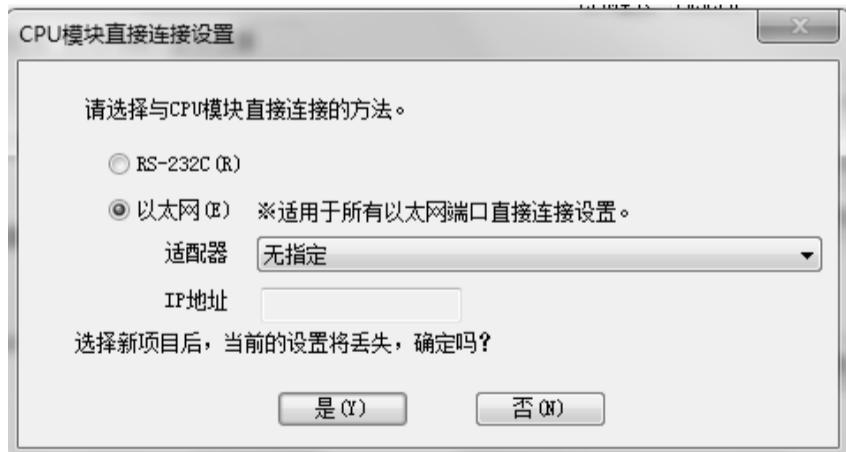

图 1-4-21 “CPU 模块直接连接设置”画面
- (4) 在图 1-4-20 画面中，单击“CPU 模块直接连接设置”按钮，出现如图 1-4-21 所示“CPU 模块直接连接设置”画面。
(5) 在图 1-4-21 中与 CPU 模块的连接方法上选择“以太网”，单击“是”按钮，又返回到图 1-4-19 所示画面。
- (3) 在图 1-4-20 “连接目标指定 Connection”画面中，单击“CPU 模块直接连接设置”按钮，出现如图 1-4-21 所示画面。
- (4) 在图 1-4-21 中与 CPU 模块的连接方法选择“RS-232C”，单击“是”按钮，又返回到图 1-4-20 所示画面。